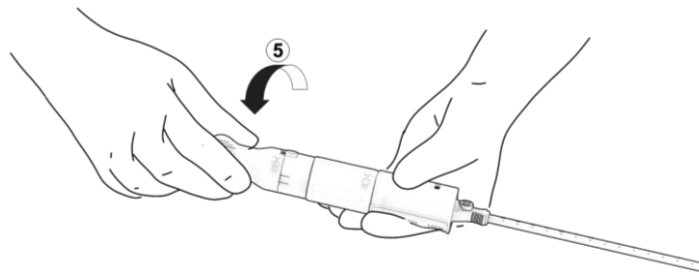

Abbildung 16. Freisetzen des Implantats.
- Die freie Hand auf die mit „5“ markierte Entriegelungsnocke legen und diesen Griffteil um 90° teilweise in die auf dem Gerät angezeigte Richtung bis zu den ersten Ausrichtungsmarkierungen drehen. Abbildung 16. Das Implantat befindet sich jetzt in der voll entfalteten Konfiguration, aber es ist noch an dem Griff des Geräts befestigt.